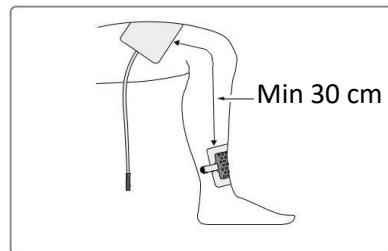

Figura 16. Applicate gli elettrodi di medicazione e dispersivi WoundEL® a una distanza minima di 30 cm.
1. Applicate gli elettrodi di medicazione e dispersivi WoundEL® a una distanza minima di 30 cm, secondo le istruzioni di utilizzo (v. *Figura 16*).